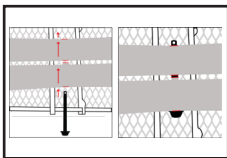
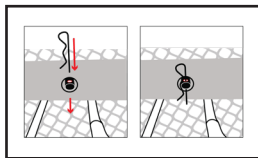

Figure 3
Figure 4
4. Lorsque le boulon est entièrement enfoncé, utiliser le clip pour tourner le boulon de manière à ce que le petit trou soit orienté vers le haut (Figure 3). Pousser le clip à travers le trou (Figure 4).